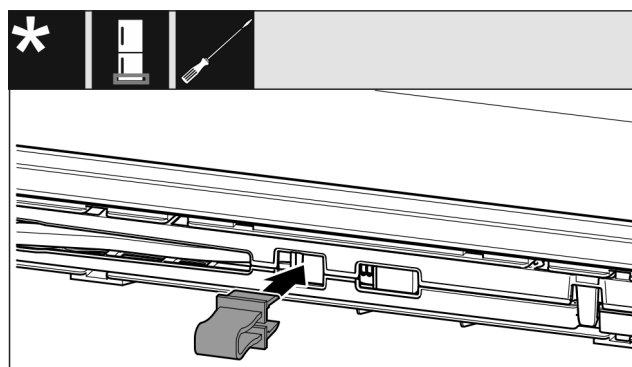

Fig. 14
- ▶ Зафиксируйте предохранитель в отверстии Fig. 14 ().